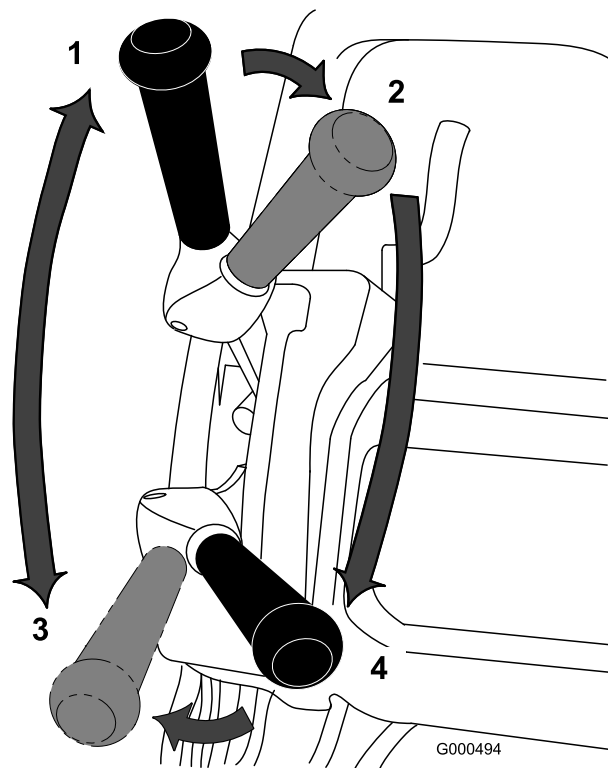

Figura 31
in posizione di MARCIA AVANTI (di trasporto) e trasportate la macchina sul bordo del green (Figura 31).
2. Spostate la leva posizione di FOLLE (Figura 31).
3. Spostate la leva in posizione di FOLLE per la trazione e di DISINNESTO per l'azionamento del cilindro (Figura 31).
4. Spostate la leva in posizione di MARCIA AVANTI per la trazione e di INNESTO (Figura 31) per l'azionamento del cilindro, aumentate la velocità dell'acceleratore sinché la macchina non avanza alla velocità desiderata, guidate la macchina sul green, abbassate l'apparato di taglio a terra e iniziate a tosare l'erba.